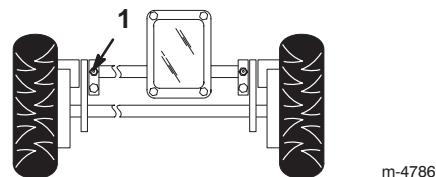

Figure 24
1. Essuyez les graisseurs à l'aide d'un chiffon propre (Fig. 24).